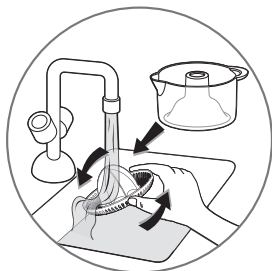

fig.3
- **Débranchez toujours l'appareil avant de nettoyer le bloc moteur (A).**
- Nettoyez la verseuse (**B**) et le cône plastique (**C**) immédiatement après l'utilisation pour éviter que la pulpe ne colle (**fig. 3**).
- Always unplug the appliance before cleaning the motor unit (A).
- Do not immerse the motor unit (A) or place it under running water. Clean the motor unit (A) with a damp cloth. Dry carefully.
- Clean the jug (B) and the plastic cone (C) immediately after use to avoid the pulp from sticking to them (fig. 3).
- The jug (B), the plastic cone (C) and the protective cover (D) may be cleaned in the dishwasher in the top tray using the « ECO » or « SLIGHTLY DIRTY » programme.
- Store with the protective cover (D) in place.
- Haal altijd de stekker uit het stopcontact voordat u het motorblok (A) gaat reinigen.
- Dompel het motorblok (A) niet onder of was het niet onder stromend water. Reinig het motorblok (A) met een vochtige doek. Droog het vervolgens zorgvuldig af.
- Reinig de kom (B) en de kunststof perskegel (C) onmiddellijk na gebruik om te voorkomen dat het achtergebleven vruchtvlees aankeeft (fig. 3).
- De kom (B), de kunststof perskegel (C) en het beschermdeksel (D) kunt u in de bovenste korf van de vaatwasmachine wassen, waarbij u het programma "ECO" of "LICHT VERVUILD" gebruikt.
- Breng het beschermdeksel (D) aan wanneer u het apparaat opbergt.
- Ziehen Sie vor der Reinigung des Motorblocks (A) immer den Netzstecker heraus.
- Tauchen Sie den Motorblock (A) nicht ins Wasser und halten Sie ihn nicht unter fließendes Wasser. Reinigen Sie den Motorblock (A) mit einem feuchten Tuch. Trocknen Sie ihn sorgfältig ab.
- Reinigen Sie Behälter (B) und Presskegel (C) unmittelbar nach dem Gebrauch, damit kein Fruchtfleisch kleben bleibt (Abb. 3).
- Behälter (B), Presskegel (C) und Schutzabdeckung (D) können mit dem „ECO“ oder „LEICHT VERSCHMUTZT“ Programm im oberen Korb der Spülmaschine gereinigt werden.
- Bewahren Sie das Gerät mit aufgesetzter Schutzabdeckung (D) auf.